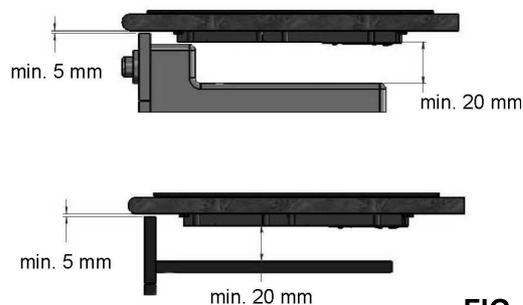
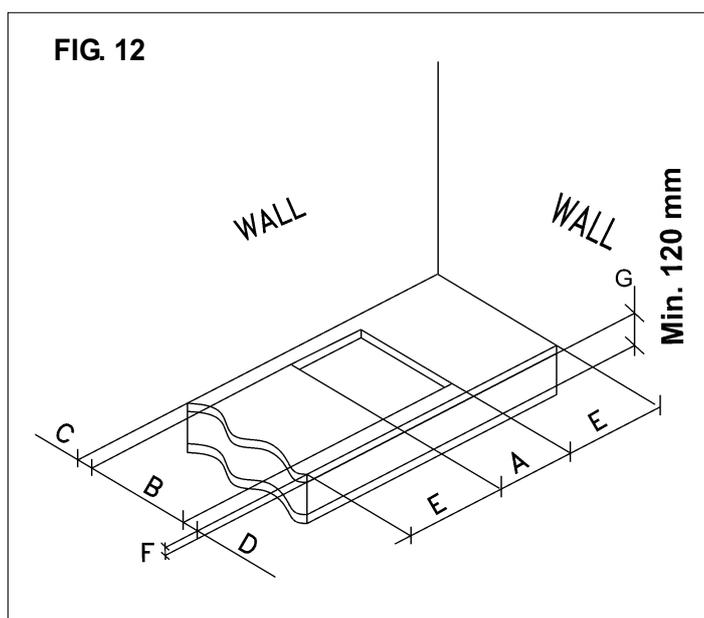

FIG. 11
FIG. 12
Faça uma abertura para o encaixe no plano do móvel de encastre respeitando as dimensões indicadas na fig. 11, certificando-se de que sejam respeitadas as dimensões críticas do espaço no qual o aparelho deverá ser instalado (veja fig. 11 y la distancia mínima representado en fig. 12).
- Para evitar possíveis contactos acidentais com a superfície da caixa do plano aquecida durante o funcionamento do mesmo, monte um elemento de separação em madeira e aperte-o com parafusos distância mínima do top 120 mm (fig. 12).